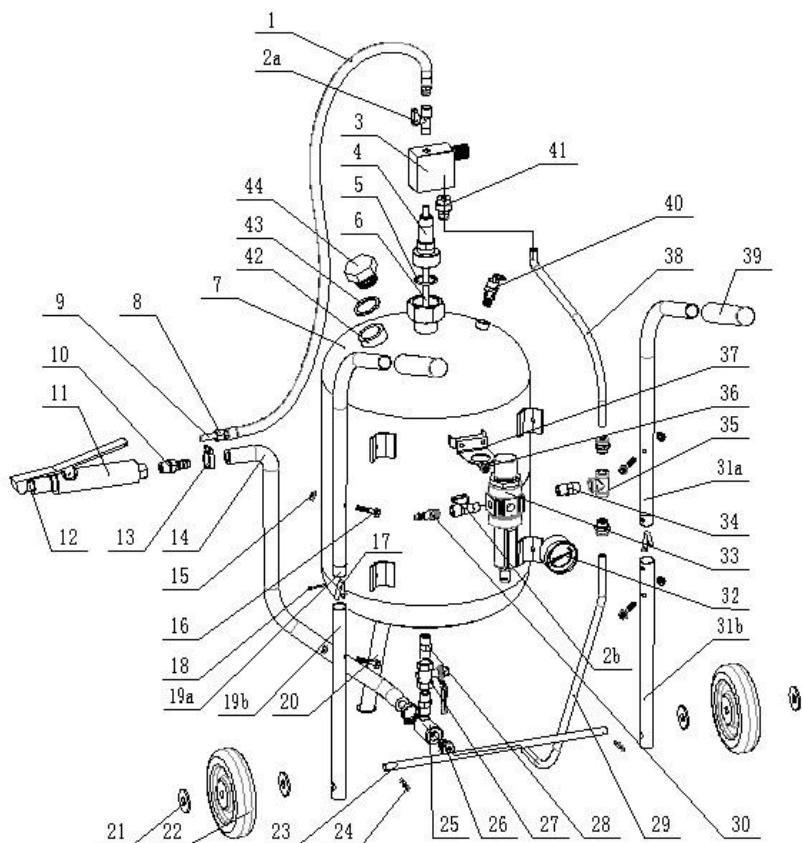

Figure 1
1. Monter produkt enligt bild 1.